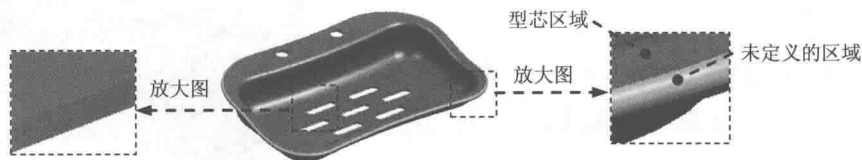

图 1.9 设置区域颜色
Step3. 拆分面。在“检查区域”对话框中单击“计算”按钮，系统开始对产品模型进行分析计算。单击**面**选项卡，可以查看分析结果。单击**区域**选项卡，取消选中**内环**、**分型边**和**不完整的环**三个复选框，然后单击“设置区域颜色”按钮，设置各区域的颜色，结果如图 1.9 所示；在**未定义的区域**区域中选中**交叉竖直面**复选框，此时系统将所有的交叉竖